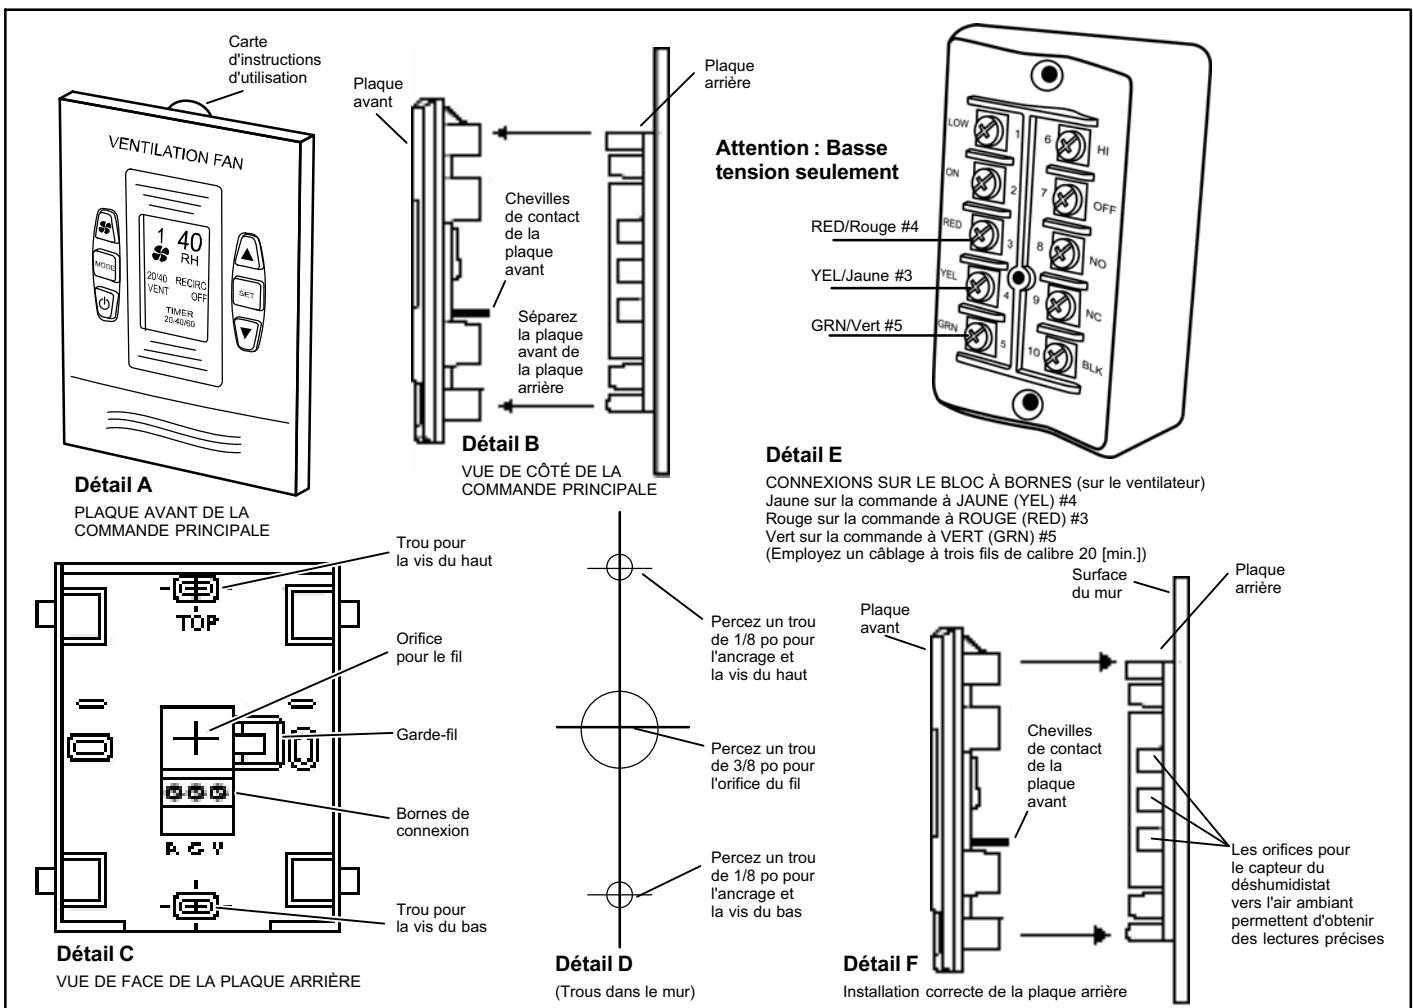

Figure 19. Installation de la commande principale
1. Retirez la carte d'instructions d'utilisation hors du sommet de la commande (figure 19, détail A).